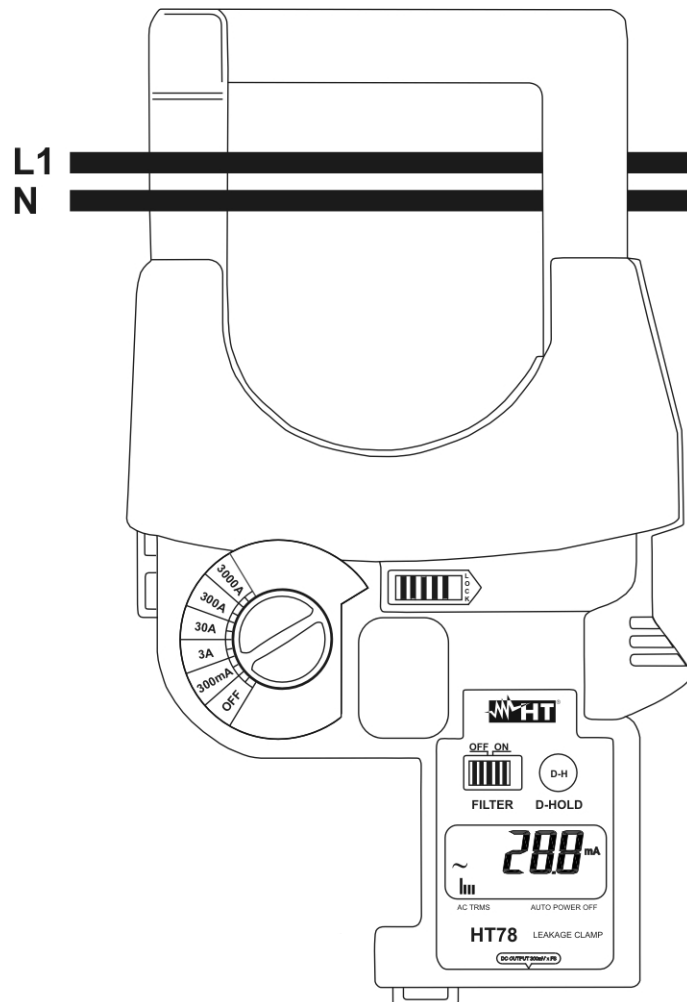

Fig. 4: Uso para la medida de corriente de dispersión en sistema Monofásico
2. Mueva sobre el selector **FILTER** seleccionando (ON) la función “Filtro pasa-bajo 150Hz” (ver § 4.2.3)
- Los cables L1 y N como muestra la Fig. 4 considerando el método **Diferencial** obteniendo el resultado como suma de los valores instantáneos de las corrientes circulantes en los conductores
- El conductor de tierra (PE) que el método **Directo**